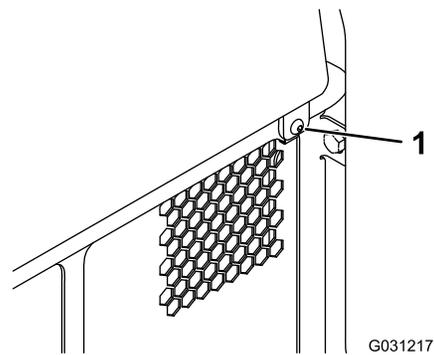

Figura 34
1. Retire el seguro (Figura 34).
2. Suba la tapa de acceso trasera para tener acceso a los componentes internos (Figura 34).